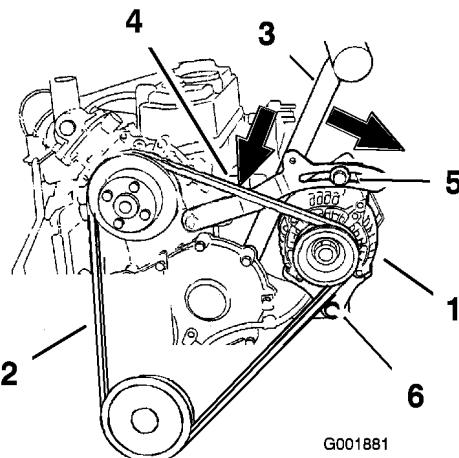

Figura 68
- Afloje los dos pernos que sujetan el alternador (Figura 68).
- Retire la correa de las poleas y del alternador (Figura 68).
- Instale una correa nueva alrededor de las poleas y del alternador (Figura 68).
- Coloque un mango a modo de palanca entre el alternador y el bloque de cilindros (Figura 68).
- Ajuste el alternador hacia fuera hasta que quede una desviación de 10 a 13 mm en la correa entre el motor y el alternador (Figura 68).
- Si la desviación es correcta, apriete el perno superior a 19 Nm y el perno inferior a 61 Nm (Figura 68).